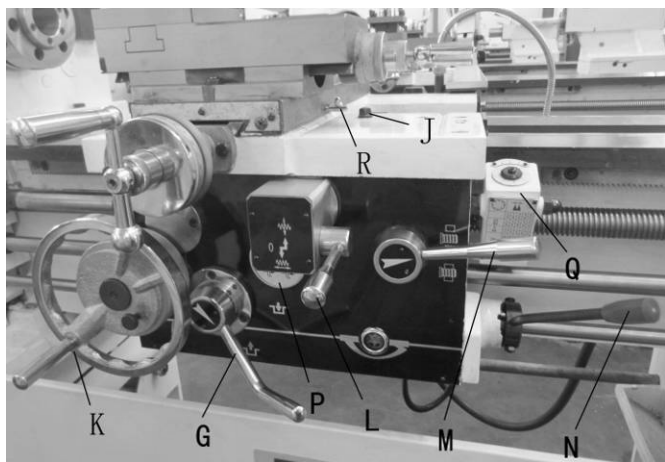
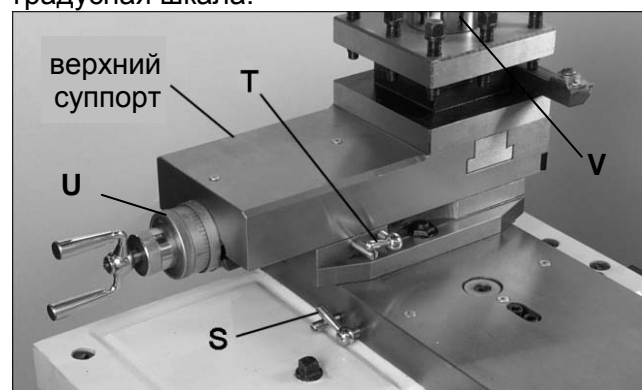

Рис.20
Рис.21
5. Фиксатор суппорта (J, Рис.20) расположен на крышке суппорта справа. Поворотом по часовой стрелке фиксирует суппорт от продольного перемещения, поворот против часовой стрелки – разблокирует.
**▲ ВНИМАНИЕ:** В транспортном положении продольный суппорт станка зафиксирован винтом (J, Рис.20)! При подготовке станка к работе необходимо отвернуть фиксирующий винт, во избежание повреждения шестерен.
6. Маховик продольного перемещения (K, Рис.20) расположен на фартуке суппорта. Вращение маховика влево переместит суппорт к шпинделю. Вращение маховика вправо переместит суппорт к задней бабке. Информация о величине перемещения показывается на нониусе. Цена деления нониуса 0,1 мм. Для того чтобы сместить нониус в удобное для отчета положение (например, на «0»), ослабьте винт фиксации нониуса и поверните его. Не забудьте зафиксировать нониус винтом в выбранном положении.
7. Рукоятка выбора подачи (L, Рис.20) может находиться в трех положениях: верхнее, включена поперечная автоподача; среднее – нейтральное; нижнее, включена продольная автоподача.
8. Рукоятка маточной гайки (M, Рис.20) расположена справа на фартуке суппорта. Подключает вал для нарезания резьбы.
9. Рукоятка включения и выбора направления вращения шпинделя (N, Рис.20). Перемещение рукоятки вверх включает прямое вращение шпинделя (на оператора). Перемещение рукоятки вниз включает реверсивное (обратное, от оператора) вращение шпинделя. Ру-
10. Рукоятка включения подачи (G, Рис.20) в верхнем положении включает подачу, в нижнем положении – отключает.
11. Регулировка муфты сцепления (P, Рис.20). При работе станка с превышением нагрузки, возможно проскальзывание муфты сцепления. Для устранения проскальзывания необходимо изменить условия резания.
12. Указатель резьбы (Q, Рис.20) позволяет быстро вернуть суппорт (с размыканием маточной гайки) в начало резьбы по круговому указателю при нарезании резьбы резцом за несколько проходов.
13. Рукоятка поперечного перемещения (R, Рис.20) расположена над суппортом, обеспечивает поперечное перемещение. Цена деления нониуса 0,05 мм (на диаметр). Для того чтобы сместить нониус в удобное для отчета положение (например, на «0»), ослабьте винт фиксации нониуса и поверните его. Не забудьте зафиксировать нониус винтом в выбранном положении. Поперечное перемещение суппорта можно заблокировать фиксатором (S, Рис.21), который находится справа.
14. Верхний (дополнительный) суппорт можно поворачивать на 360°, если ослабить фиксатор (T, Рис.21). Угол поворота показывает градусная шкала.
15. Рукоятка перемещения верхнего суппорта (U, Рис.21). Вращением рукоятки по или против часовой стрелки обеспечивают перемещение верхнего суппорта. Цена деления нониуса 0,02 мм.
16. Рукоятка фиксации резцедержателя (V, Рис.21). Смену режущего инструмента осуществляют поворотом 4х позиционного резцедержателя, для этого ослабьте зажим, повернув рукоятку против часовой стрелки, после поворота в нужное положение, затяните, повернув рукоятку по часовой стрелке.
4. Установите рукоятку выбора направления автоматической подачи (L, Рис.20) в НЕЙТРАЛЬНОЕ положение.